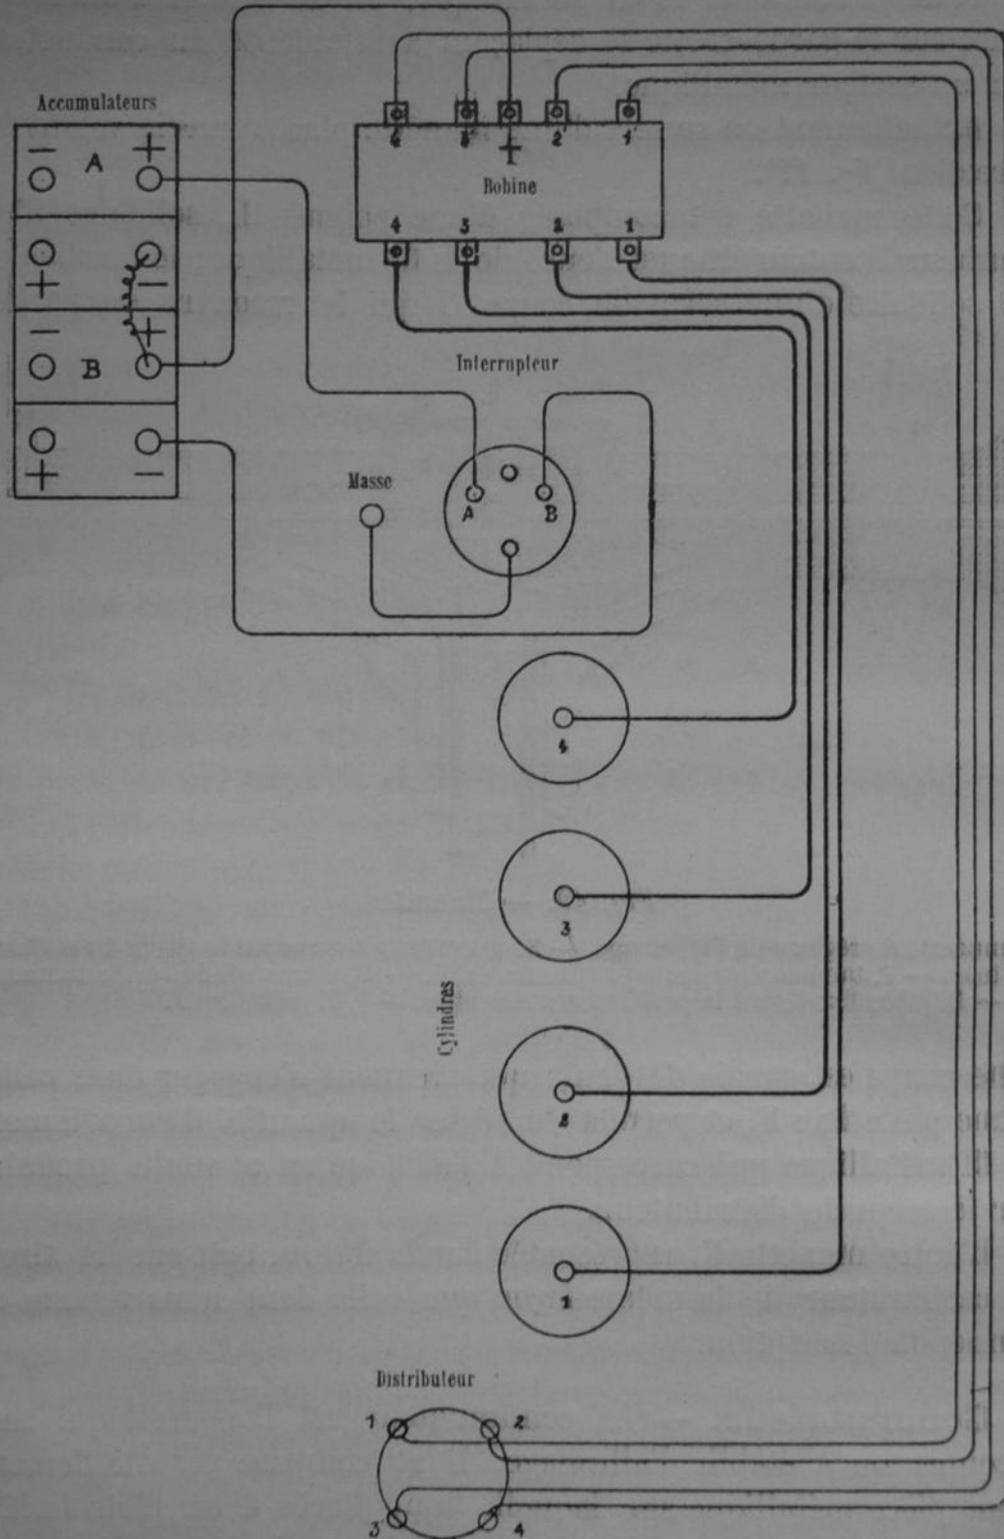

Fig. 13. — Schéma de l'allumage électrique par accumulateurs seuls.
Si l'on place le bouton de contact sur le plot A ou B (*fig. 13*)
**Marche du courant.** — Le courant primaire part, par exemple, de la borne — de la batterie (fig. 13).